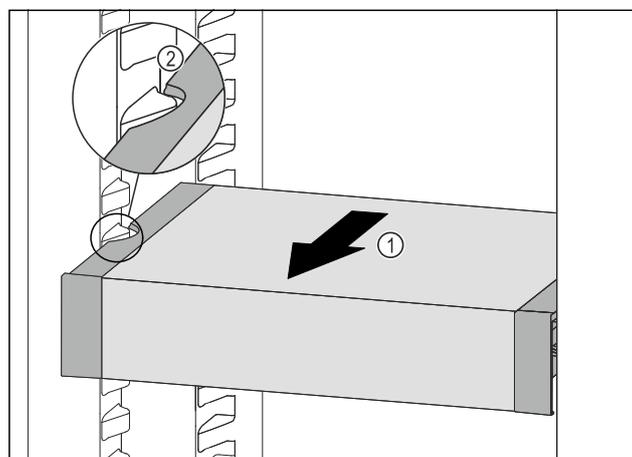

Fig. 92
- ▶ Ladicu VarioSafe vucite prema naprijed *Fig. 92 (1)* sve dok se bočni otvori ladice VarioSafe ne nađu na visini žlijeba spremnika u hladnjaku. *Fig. 92 (2)*